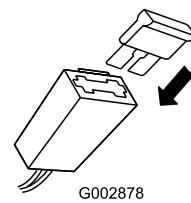

Рисунок 8
2. Установите плавкий предохранитель в держатель (Рисунок 8).